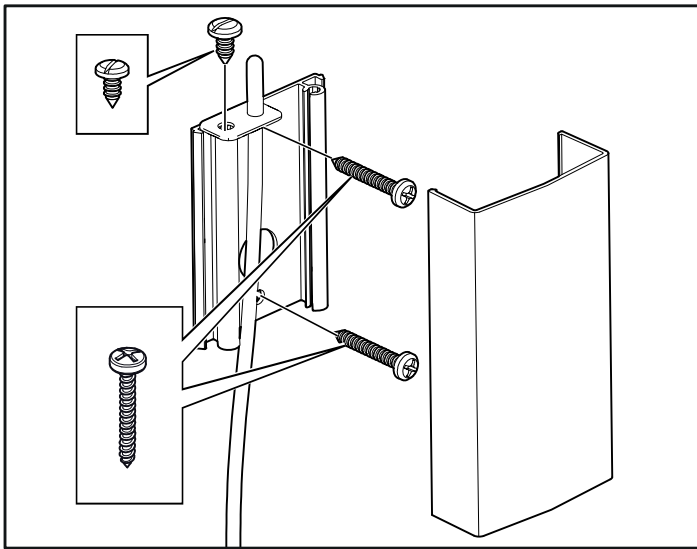
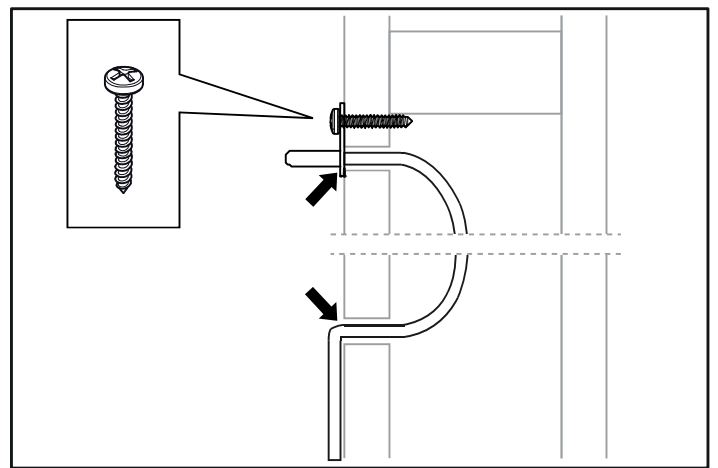

Abb. 15: Montage des Sensors
Abb. 16: Abdichten von ggf. gebohrten Löchern
13. Befestigen Sie den Sensor an der Wand, siehe Abb. 15. Die Thermistorleitung kann auch durch die Wand verlegt werden. Dichten Sie ggf. gebohrte Löcher in der Wand hinter dem Sensor ab, siehe Abb. 16, Seite 17. Die Thermistorleitung kann außerhalb der Sauna mit einer abgeschirmten zweidrahtigen Schwachstromleitung verlängert werden.